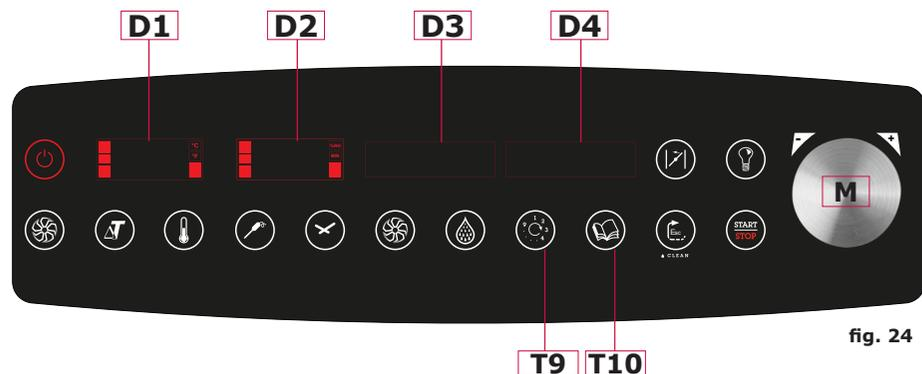

fig. 24
3. Appuyer simultanément la poignée **M** (fig. 24) et le bouton **T10** (fig. 24).
3. Appuyer simultanément sur la poignée **M** (fig. 24) et sur le bouton **T10** (fig. 24).